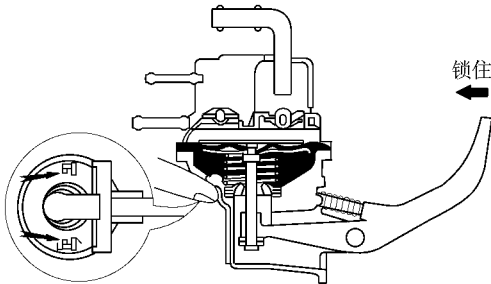

图 2-71 用手指堵住通气口，检查泵臂是否被锁住
(4) 检查油封。用手指堵住通气口，检查泵臂是否被锁住，如图 2-71 所示。